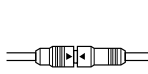

Рис. 5
- **Ai-NET кабель и кабель CHA-S634 (рис. 5)**